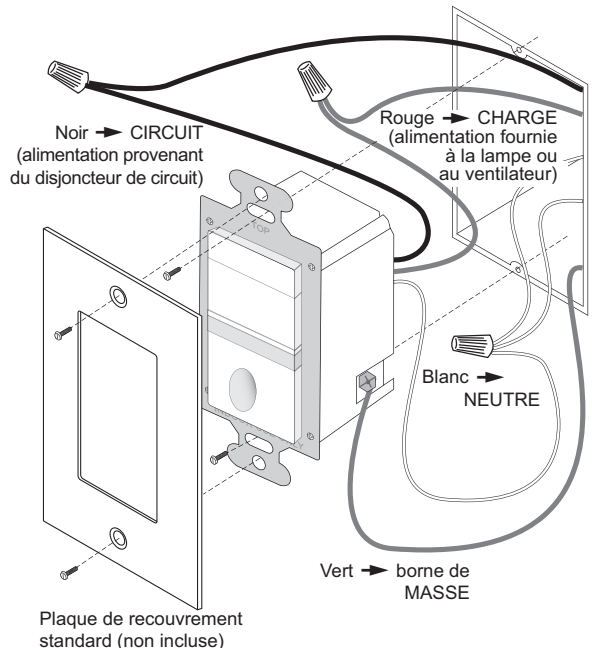

Fig. 4 : Orientation du détecteur, branchement des fils et montage de boîtier mural
5. Torsadez les fils existants avec les câbles du détecteur capteur RS-150BA-N comme indiqué ci-dessous. Posez solidement les capuchons de connexion fournis. Voir Fig. 4.